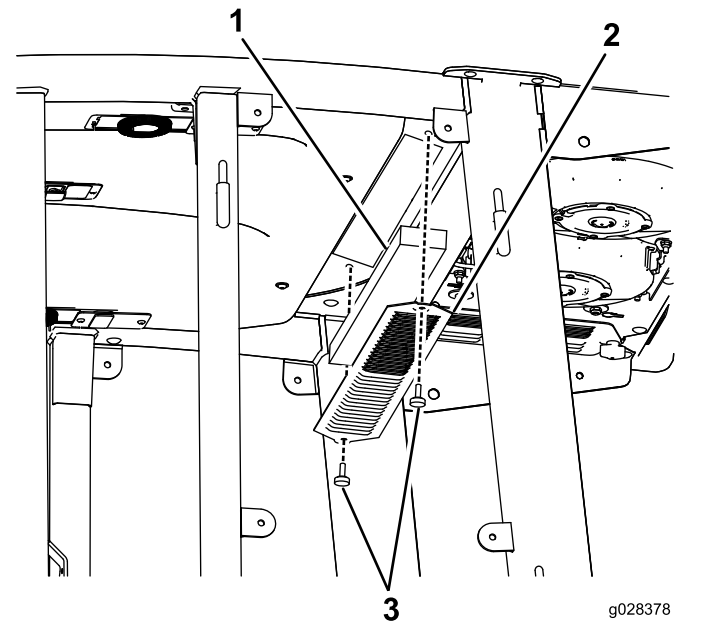

Figura 138
3. Retire el techo de la cabina tras quitar los 22 pernos que lo sujetan (Figura 138).
4. Retire los filtros de aire (Figura 138).
5. Retire y limpie los serpentines del aire acondicionado (Figura 138).